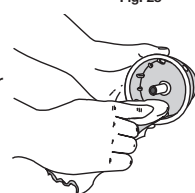

Fig. 29
4. Nettoyez le moulinet intérieur, le ressort, et l'arbre et la surface interne de la bobine extérieure à l'aide d'un tissu propre (Fig. 29).